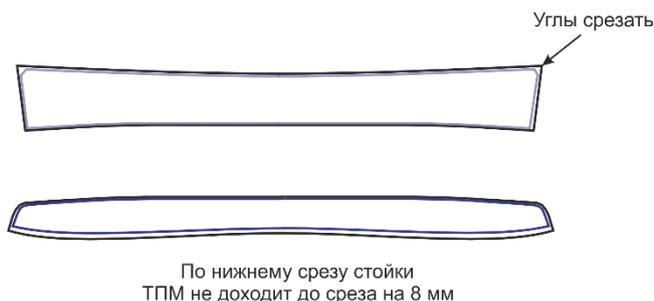

Рис. 1
1. Продублируйте верхний и нижний воротники, а также и стойку верхнего и стойку нижнего воротника (Рис. 1). Уголки не дублировать, для облегчения вывёртывания.